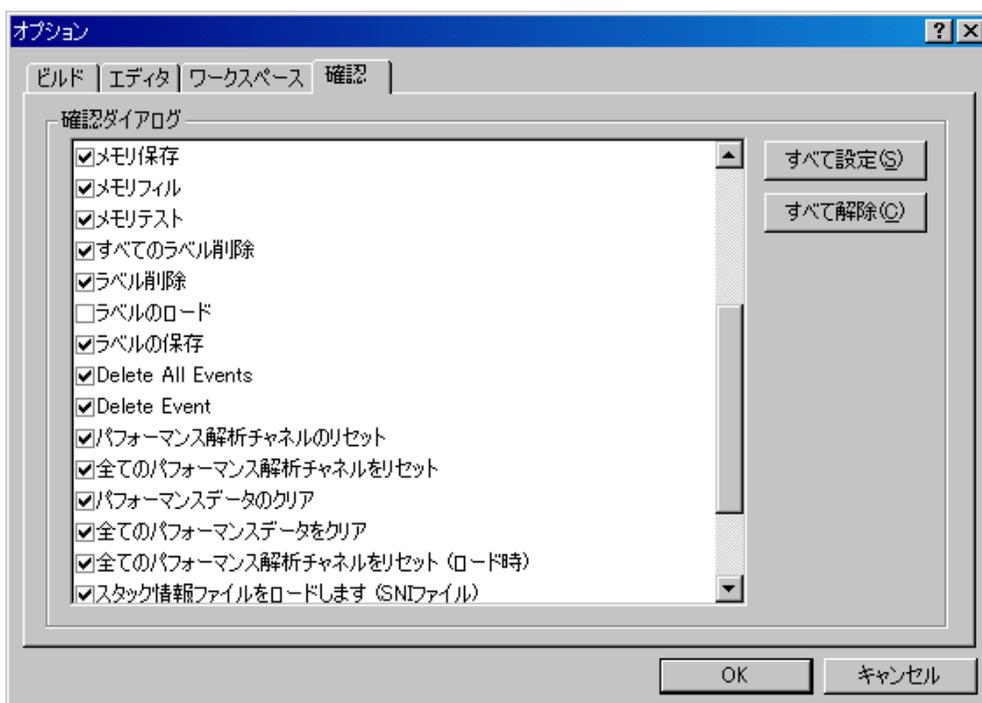

図 5.89 [オプション]ダイアログボックス
- [オプション]ダイアログボックス(メインメニューの[ツール->オプション...]を選択すると開きます)の[確認]タブ(図5.89)で[スタック情報ファイルをロードします (SNI ファイル)]チェックボックスをチェックしている場合